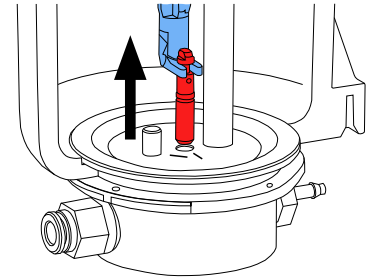

Fig. 16
- ⇒ Tomar la boquilla dosificadora con la herramienta y tirar de ella hacia arriba (Fig. 16).